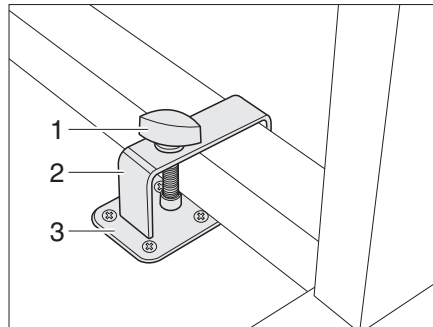
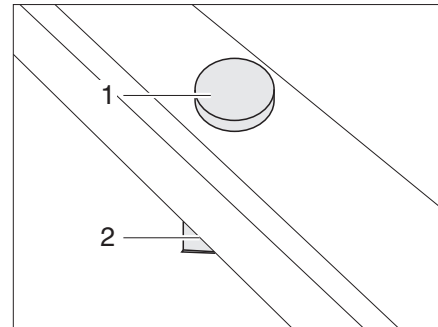

Fig. 52 Bloqueo mesa abatible con armazón metálico
Fig. 53 Bloqueo mesa abatible con armazón de plástico
- Colocar la mesa abatible junto a la sujeción (Fig. 52,3) o sobre la sujeción (Fig. 53,2).
- Colocar el estribo (Fig. 52,2) con el tornillo de sujeción (Fig. 52,1) sobre la pata de la mesa.
- Desplazar el estribo y de ser necesario la mesa abatible de tal manera que el tornillo de sujeción (Fig. 52,1 ó Fig. 53,1) pueda atornillarse en la sujeción (Fig. 52,3 ó Fig. 53,2).